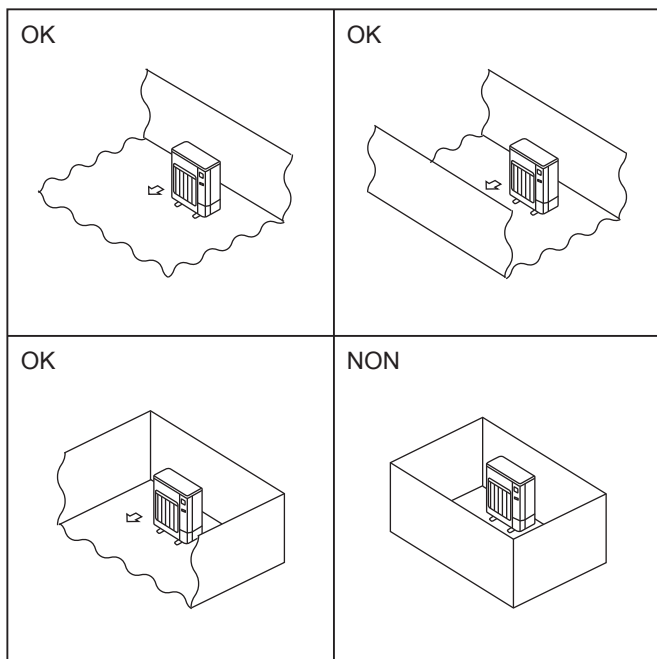

Fig. 2-2
- Ⓒ Installer l'appareil extérieur à un endroit où l'une des quatre faces au moins est libre, et dans un espace suffisamment grand sans dépressions. (Fig. 2-2)